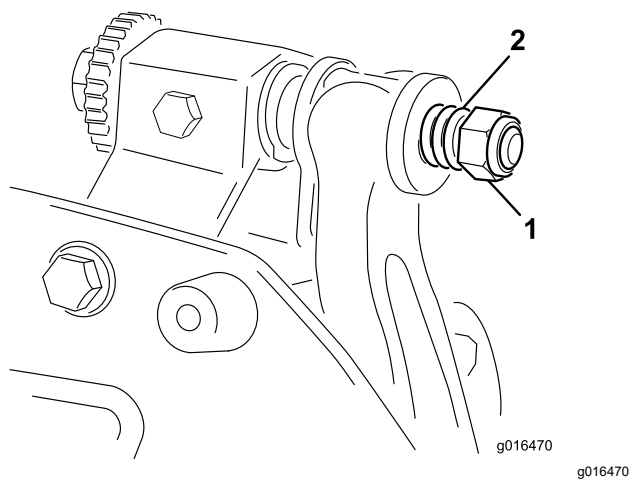

Figura 26
6. Aperte a porca da mola tensora até que a mola fique recolhida; em seguida, desaperte meia volta (Figura 26).